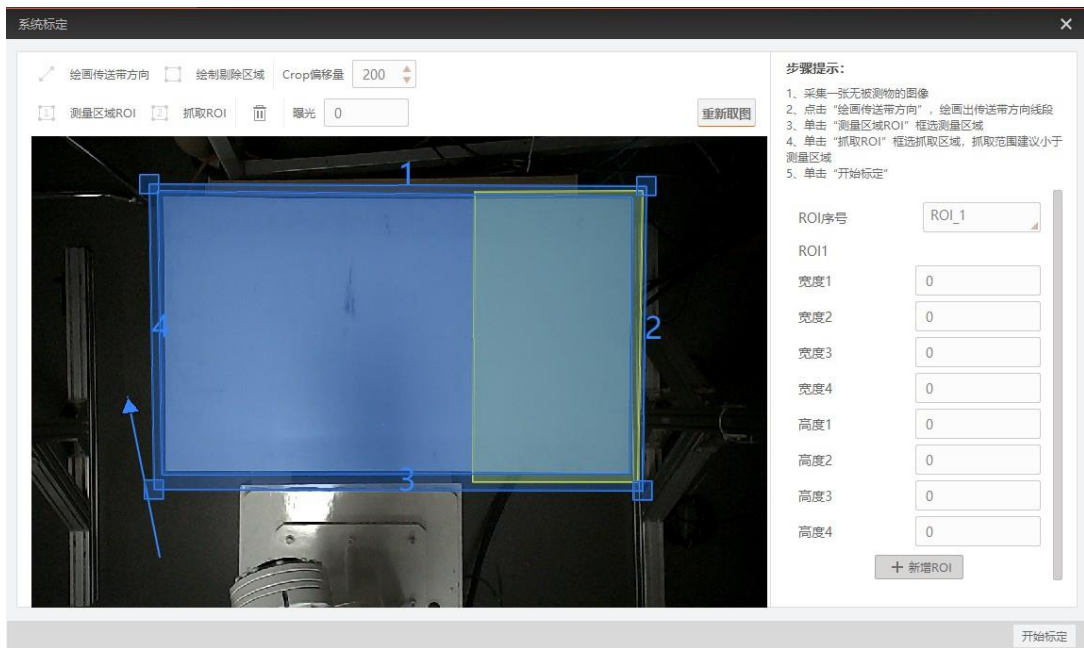

图5-4 绘制 ROI
5. 单击  绘制传送带方向，箭头指向即为优先抓取方向。如图 5-4 所示，箭头方向代表优先抓取远离机械臂的物体。绘制后可拖动两个端点进行位置调整。
6. 单击  绘制剔除区域，如图 5-4 中黄色框选区域所示，可检测该区域内有多少包裹不可抓取，并判断是否执行剔除功能。
7. 单击  绘制测量区域 ROI，建议框取整个工作台面，如图 5-4 中较大的蓝色框区域所示。
8. 单击  绘制抓取 ROI，抓取范围建议略小于测量区域，如图 5-4 中较小蓝色框区域所示。其中数字 1、2、3、4 代表绘制 ROI 边框的顺序。